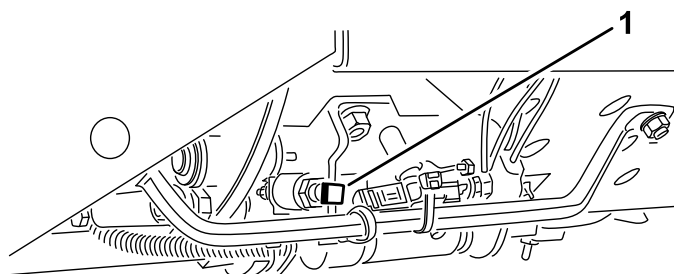

Figure 25
**Important:** La vitesse de tonte est réglée à l'usine à 9,7 km/h (6 mi/h). Vous pouvez augmenter ou réduire la vitesse de tonte en réglant la vis de butée de vitesse (Figure 25).